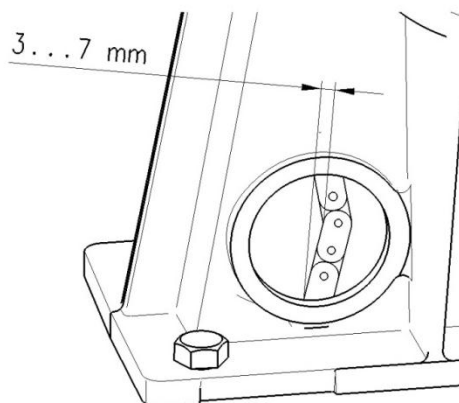

Рис. 30.
3. Разворотом диска ведомого шкива против часовой стрелки до упора натяните цепь, разворотом диска по часовой стрелке – расслабьте. Разность указанных положений цепи должна составлять 3...7 мм (Рис. 30);